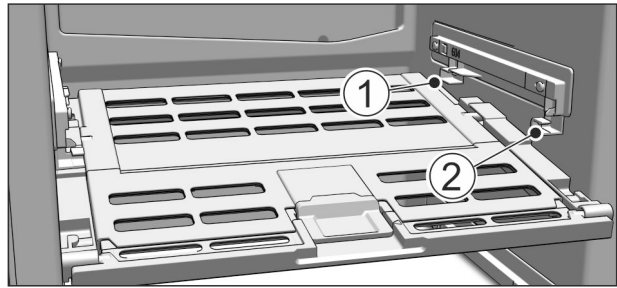

Fig. 51
- ▶ A zöldséges & gyümölcsös rekesz fedelének behelyezése: Alulról vezesse be a fedél bordáit a hátsó tartóba Fig. 51 (1), elől pedig pattintsa be őket a tartóba Fig. 51 (2).